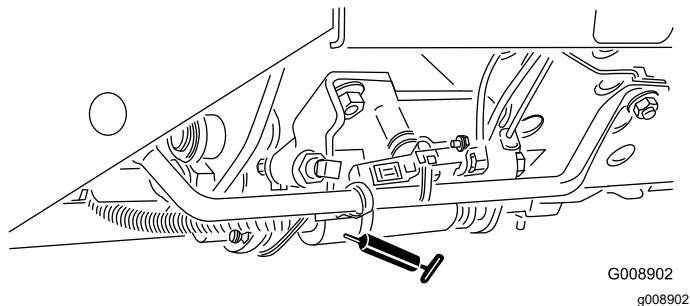

**Figura 40**
- Mecanismo de ajuste neutro (Figura 40)